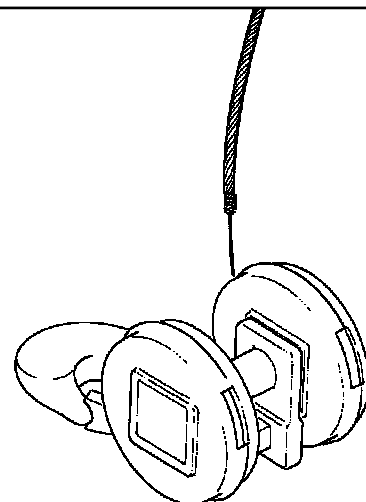

Abb. 48
- Befestigen Sie die Hakenflasche (Abb. 48) und fahren Sie wie in Punkt 4.5.2 beschrieben fort (siehe Abbildungen 82 und 83).